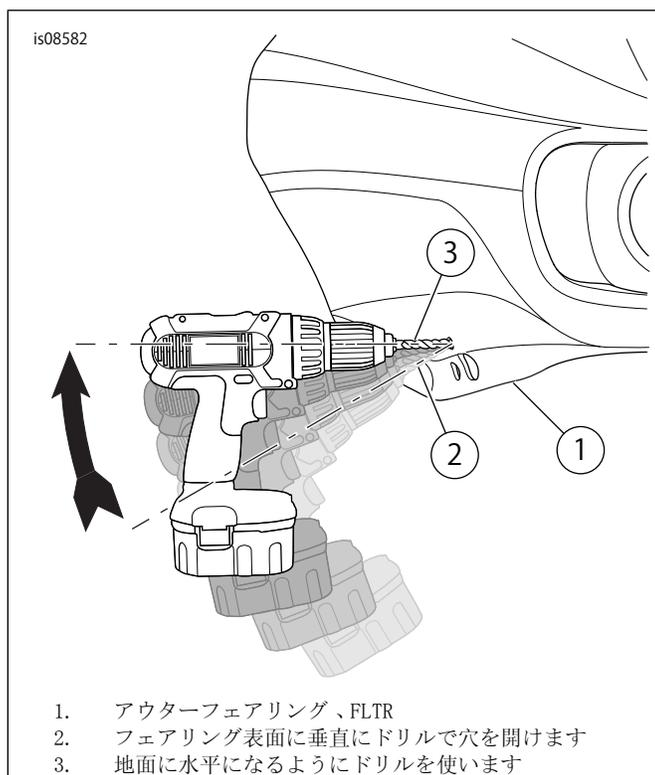

図1。縦長の穴開け
- 「図1」を参照してください。穴を広げる際、ビットが「ずれて」仕上げ面を損ねることがないように、フェアリング(1)表面に対して垂直に(2)ドリルを当てます。